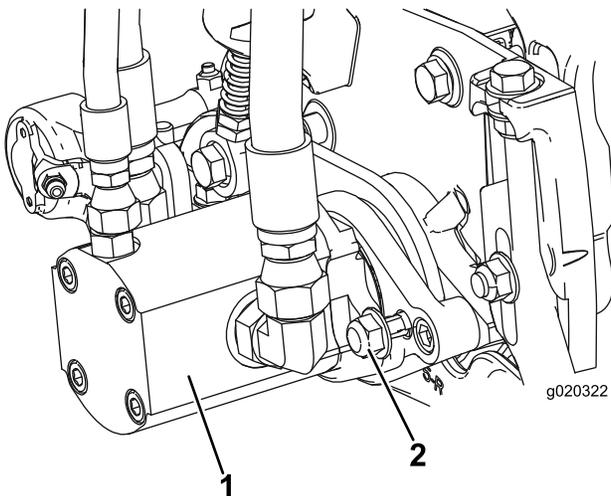

Bild 11
16. Montieren Sie den Motor; drehen Sie ihn nach rechts, damit die Motorflansche nicht die Sicherungsmuttern berühren (Bild 11). Drehen Sie den Motor nach links, bis die Flansche die Muttern umgeben. Ziehen Sie die Muttern dann an.